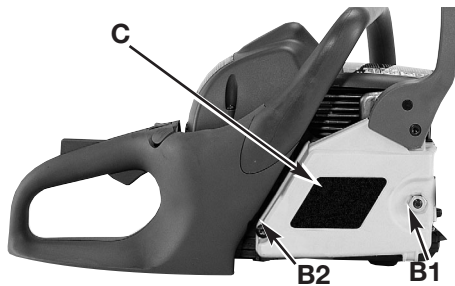

Fig. 18
2. Enlevez l'écrou de maintien du guide-chaîne (B1) et la vis (B2) à l'arrière du couvercle de l'embrayage (C). Retirez la couverture de l'embrayage (C) en tirant droit devant, il se peut qu'une certaine force soit requise (Fig. 18).